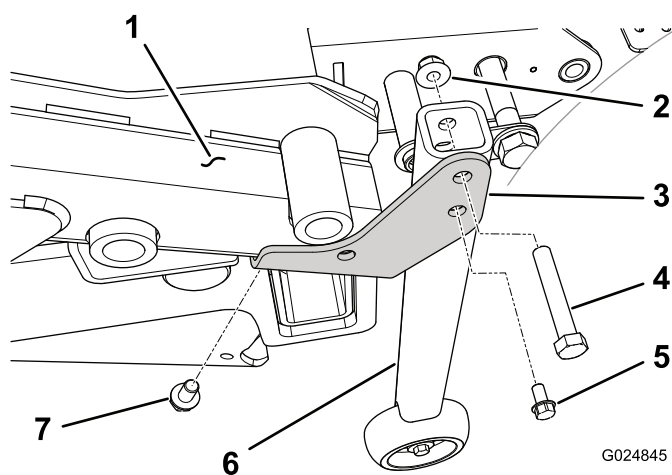

Figura 99
6. En unidades de tracción con número de serie superior a 313000001, monte un soporte de conversión (derecho o izquierdo) en la cara inferior de cada esquina trasera del bastidor de la carcasa con un tornillo autorroscante de 3/8 x 5/8 pulgada (Figura 99). El soporte debe estar orientado hacia la parte trasera del bastidor trasero.
7. Monte el tubo de soporte vertical en el soporte de conversión (derecho o izquierdo) en cada esquina del bastidor de la carcasa con un tornillo de 3/8 x 2-1/4 pulgada y una tuerca con arandela prensada de 3/8 pulgada (Figura 99).